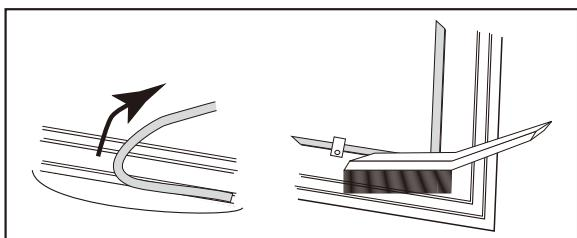

図 25 ガスケットを取り外し、ワイヤーブラシで溝の中を掃除します。
1. $9/16"$ のレンチでロックナットを取り外す。（図 25）
1. 現在のガスケットの片方の端を握って、強く引っ張ります。(図 25)
2. ワイヤーブラシやマイナスドライバーの先端等で、溝に残っているシリコンやガスケットくずを掻き出します。(図 25)